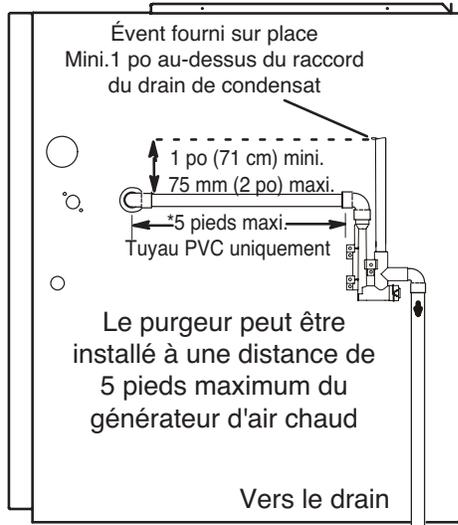

**FIGURE 49**
**REMARQUE** - Des tuyaux et des raccords cannelés de taille appropriée peuvent être utilisés pour la purge du condensat. Fixer le drain au purgeur avec un collier. Voir « FIGURE 49 ».